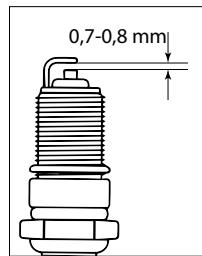

Рис. 27
7. Проверете размер на луфта между заземяващи и централни електроди, като използвате специална сonda. Ако е необходимо, установете луфт 0,7–0,8 mm (рис. 27).